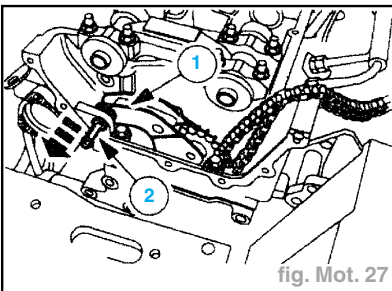

fig. Mot. 27
- Déposer le tendeur de chaîne (fig. Mot. 27) :
- Poser le tendeur de chaîne de distribution (fig. Mot. 27) :